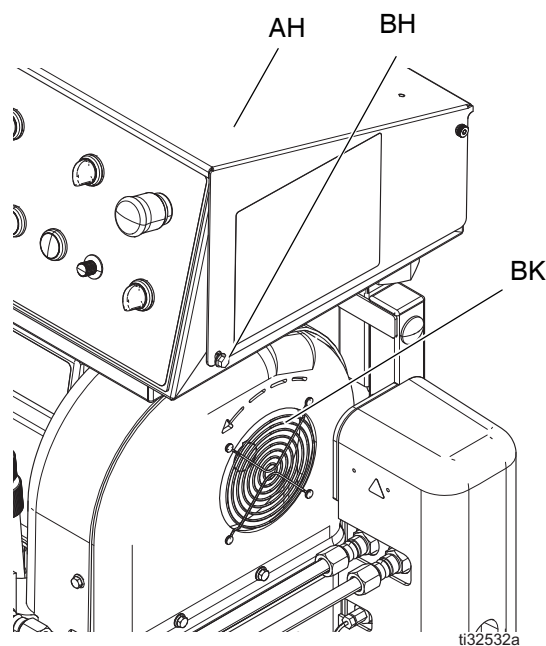
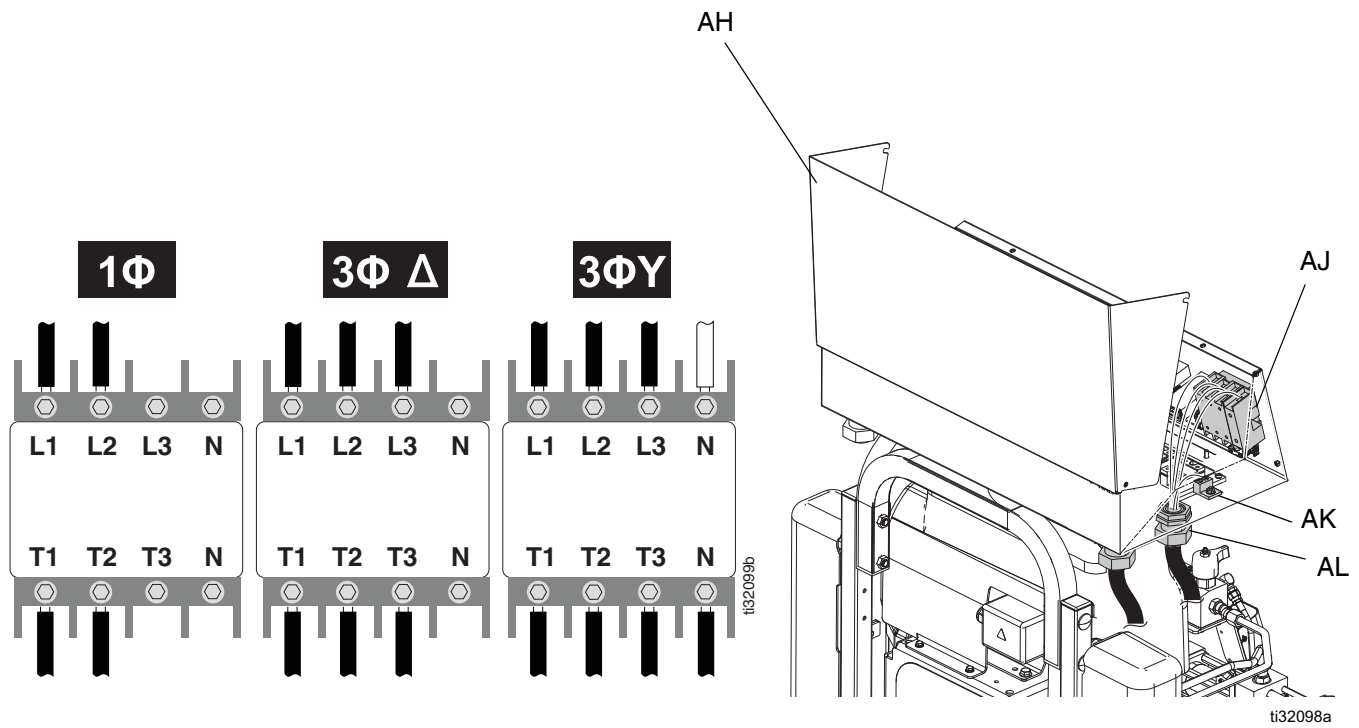

図 7: 電動モーターの回転
図 8: 引込み電源配線を接続します。
2. 主電源断路 (GE) を OFF にします。
3. ボルト (BH) を緩め、ドアを上を持ち上げて、電気エンクロージャのドア (AH) を開きます。図 8 を参照してください。
4. 電気エンクロージャ (C) 中の電源入口コードグリップ (AL) に電源ケーブルを配線します。コードグリップ (AL) を締め付けます。図 8 を参照してください。
5. 図 8 に示すように、引込み電源配線を主切断端子 (AJ) と主要接地つまみ (AK) に接続します。トルクは 6.2 N·m (55 インチ・ポンド) まですべての接続部分を、適切に固定されているか確認するため、そっと引っ張ります。
- a. **230V、1 相**：5/32 または 4 mm 六角アレンレンチを使って、2 つの電源リード線を L1 と L2 に接続します。緑色を接地つまみ (AK) に接続します。
- b. **230V、3 相**：5/32 または 4 mm 六角アレンレンチを使って、3 つの電源リード線を L1、L2、L3 に接続します。緑色を接地つまみ (AK) に接続します。
- c. **400V、3 相**：5/32 または 4 mm 六角アレンレンチを使って、3 つの電源リード線を L1、L2、L3 に接続します。ニュートラルを N に接続します。緑色を接地つまみ (AK) に接続します。
6. 電動モーターファン (BK) の回転が適正であることを確認します。図 7 を参照してください。
7. 図 8 のとおりにすべての品目が接続されていることを確認します。電気エンクロージャのドア (AH) を閉めて、ボルト (BH) を締め付けます。